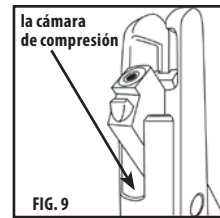

FIG. 9
4. Su rifle de aire mantendrá un funcionamiento adecuado durante más tiempo si lo aceita cada 250 tiros. Aplique una gota de Aceite de Silicona de Crosman en la cámara de compresión (Fig. 9) (modelo rmc01 - disponible en crosman.com).